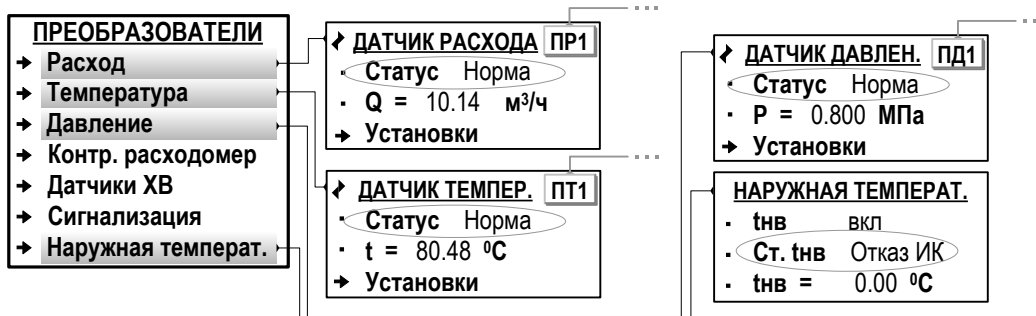

Рис.37. Отображение информации о состоянии ПР, ПТ и ПД (режим РАБОТА).
- 7.7.4.4. Текущая информация о состоянии преобразователей расхода, температуры и давления отображается в соответствующих подменю, входящих в меню **Преобразователи** (рис.37).